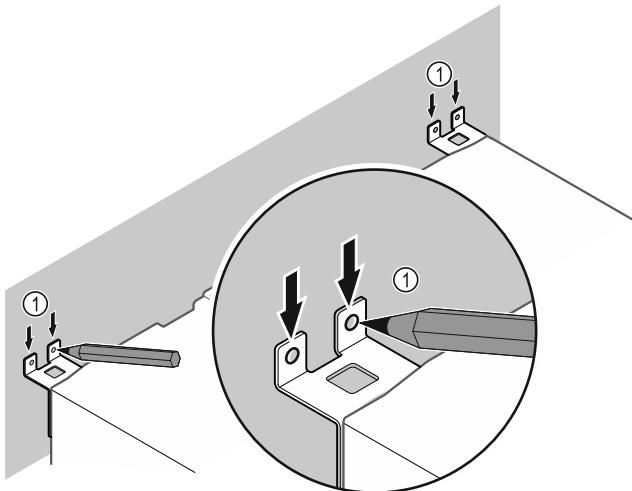

Fig. 11
- Vendosni shenjat në murit Fig. 11 (1).